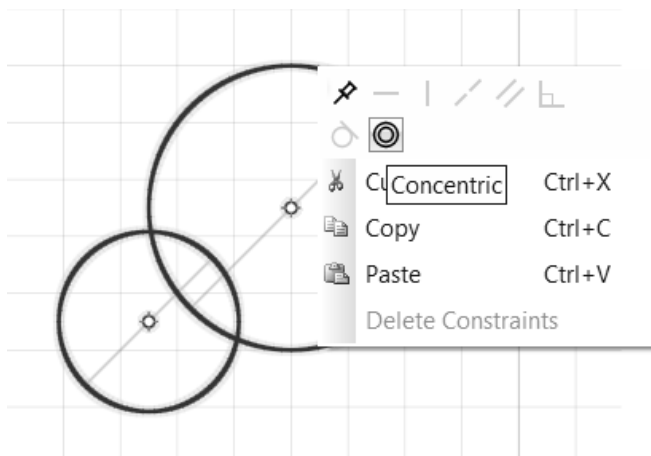

图 4-74
- ③ 选择相切图标。
- ① 按住〈Ctrl〉键来选择多个圆。
- ② 右击一个选定的圆，打开右键菜单，如图 4-74 所示。